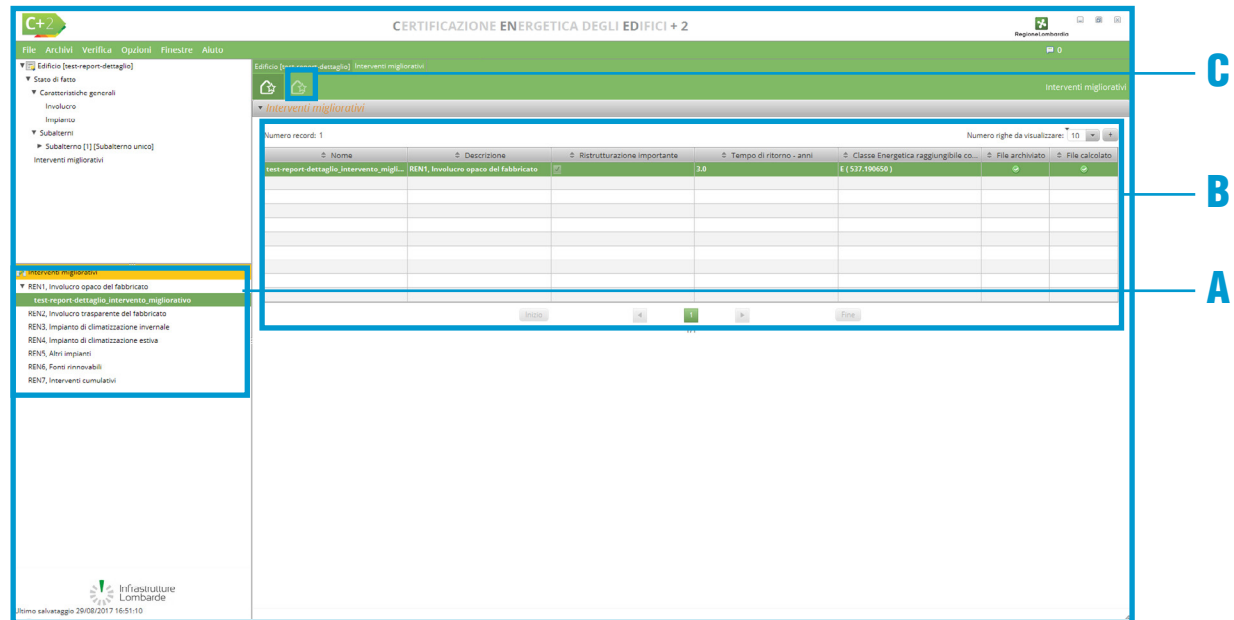

Figura F.7_Schermata degli interventi migliorativi
- all’apertura della schermata (Figura F.7) sarà necessario trascinare l’intervento migliorativo precedentemente creato dalla **palette che si trova nell’alberatura a sinistra |A|** della schermata verso la **tabella nell’area di lavoro destra |B|**; in questo modo l’intervento viene associato all’edificio oggetto di studio.
Una volta inseriti in **tabella |B|** (**Figura F.7**) gli interventi migliorativi, è possibile gene-
rare, per ciascun intervento, nella **Rappresentazioni grafiche [C]** (Figura F.7) viene mostrato il grafico di confronto tra lo stato di fatto e i vari interventi migliorativi.